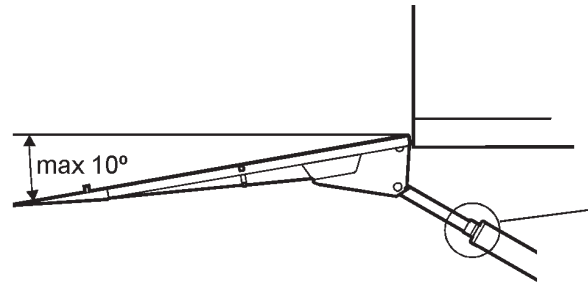

Abbildung 64. Der Neigungswinkel muss auf max. 10° eingestellt werden
1. Fahren Sie die Ladebordwand nach oben, bis sie an der Ladefläche anliegt. Abbildung 64.
3. Neigen Sie die Plattform bis max. 10 Grad unter die Horizontalebene ab. Abbildung 64.